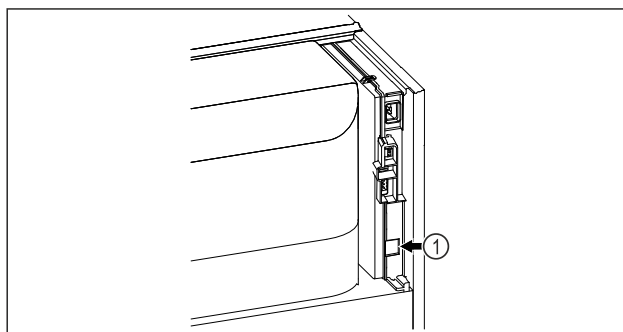

Fig. 143
- ❑ SmartModule Fig. 143 (1) ist eingesetzt.